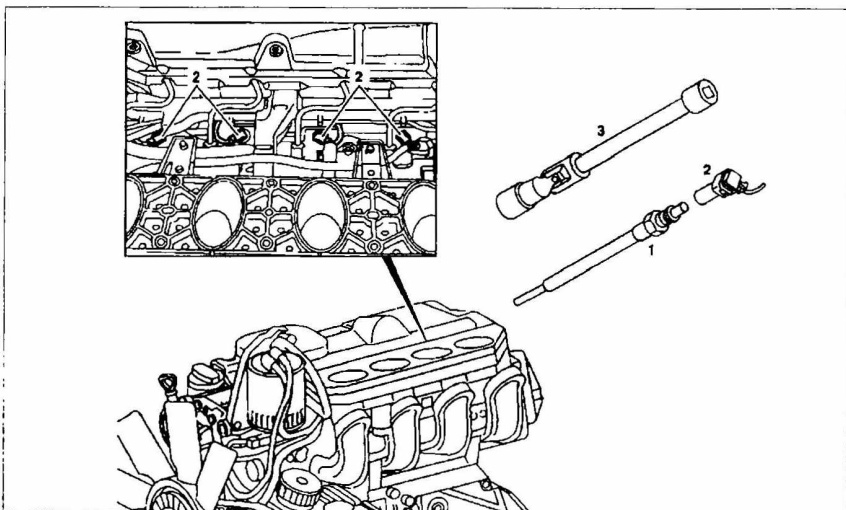

Рис. 44. Снятие и установка свечей накаливания: 1 – Свеча накаливания; 2 – Разъем проводки; 3 – Ключ.
2. С помощью плоскогубцев отсоедините разъем проводки 2 от свечи накаливания 1 (рис. 44).